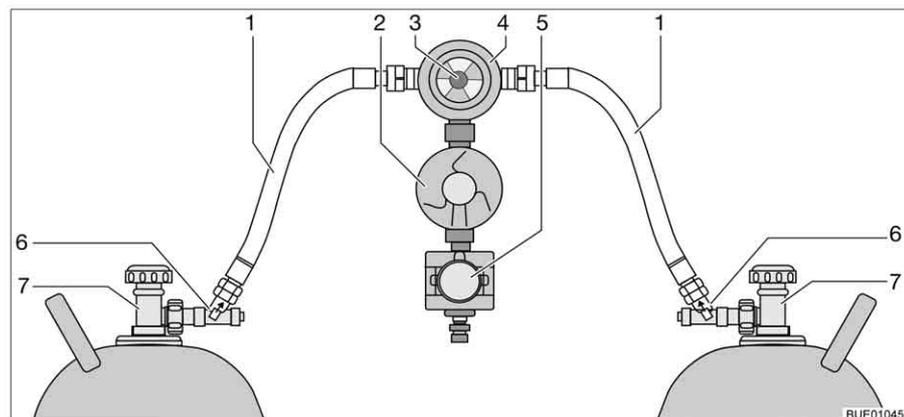

Fig. 117 Dispositif de commutation Crash Protection Unit
La Crash Protection Unit se compose de deux limiteurs de débit à verrouillage manuel (Fig. 117,6), d'une valve de commutation (Fig. 117,4) avec régulateur de pression (Fig. 117,2), d'une électrovanne (Fig. 117,5) et d'une unité de commande à DEL de trois couleurs. La valve de commutation est montée entre les deux lyres (Fig. 117,1).
Un bouton rotatif (Fig. 117,3), situé sur la valve de commutation, permet de définir laquelle des bouteilles de gaz est celle de service et laquelle est celle de réserve.
Seules les fonctions électriques peuvent être activées sur l'unité de commande (Fig. 118). Les robinets principaux des bouteilles de gaz (Fig. 117,7) et les dispositifs de déverrouillage (Fig. 117,6) doivent être ouverts manuellement.
- Ouvrir les robinets principaux des bouteilles de gaz (Fig. 117,7).
- Appuyer sur les dispositifs de déverrouillage (Fig. 117,6) l'un après l'autre pendant 10 secondes.
- Choisir la bouteille de gaz avec le bouton rotatif (Fig. 117,3) de la valve de commutation (Fig. 117,4) à partir de laquelle le gaz sera utilisé principalement (bouteille de service).
- Fermer les robinets principaux des bouteilles de gaz (Fig. 117,7).